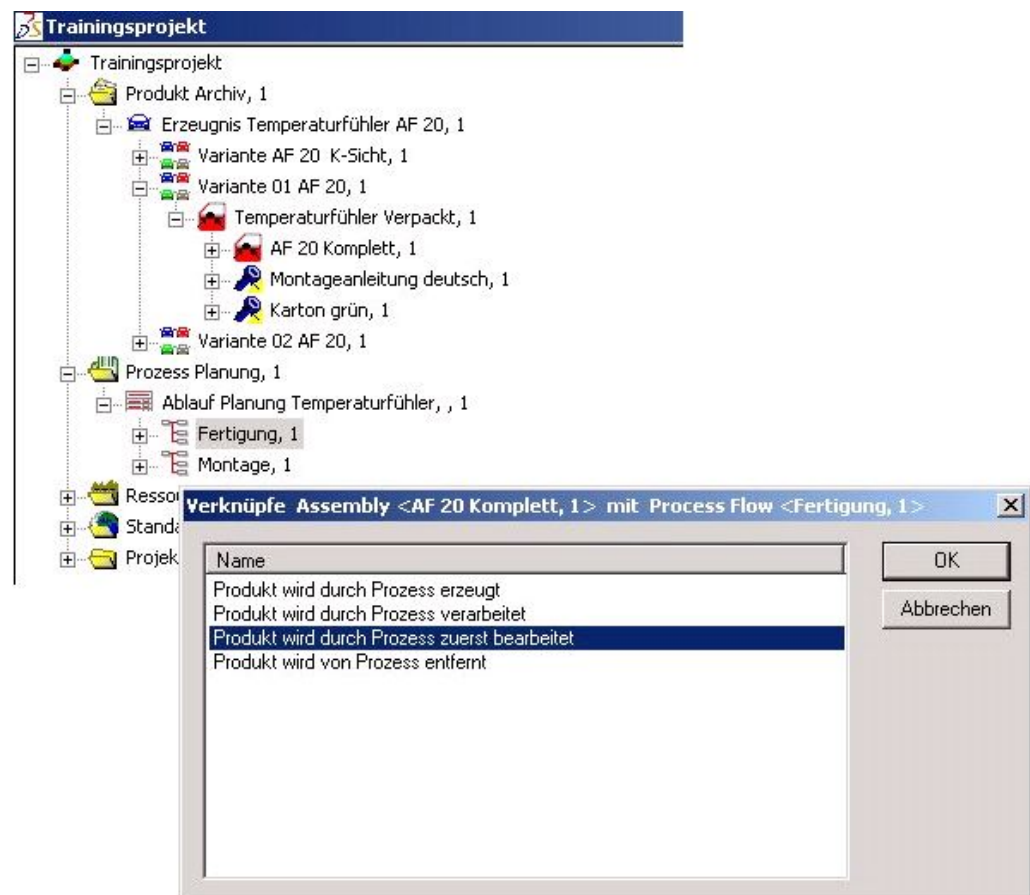

Abbildung 191: Beispiel für den Aufbau einer Relation zwischen Prozess und Produkt
Um eine automatische Aktualisierung der Autorelationen zu erhalten, müssen Sie bei den Einstellungen den Menüpunkt **Autorelationen automatisch synchronisieren** aktivieren; setzen Sie dazu ein Häkchen in das Feld (siehe auch: Abbildung 191). Wenn Sie diese Funktion nicht aktiviert haben, wird die Aktualisierung erst gestartet, wenn Sie über den Menüpunkt **Aktualisieren der Autorelationen** die Aktualisierung gestartet haben.
- wenn Sie bei den Einstellungen das automatische Synchronisieren **nicht** aktiviert haben. Siehe auch: Abbildung 191 . Bei dieser Einstellung müssen Sie die Aktualisierung immer durchführen.